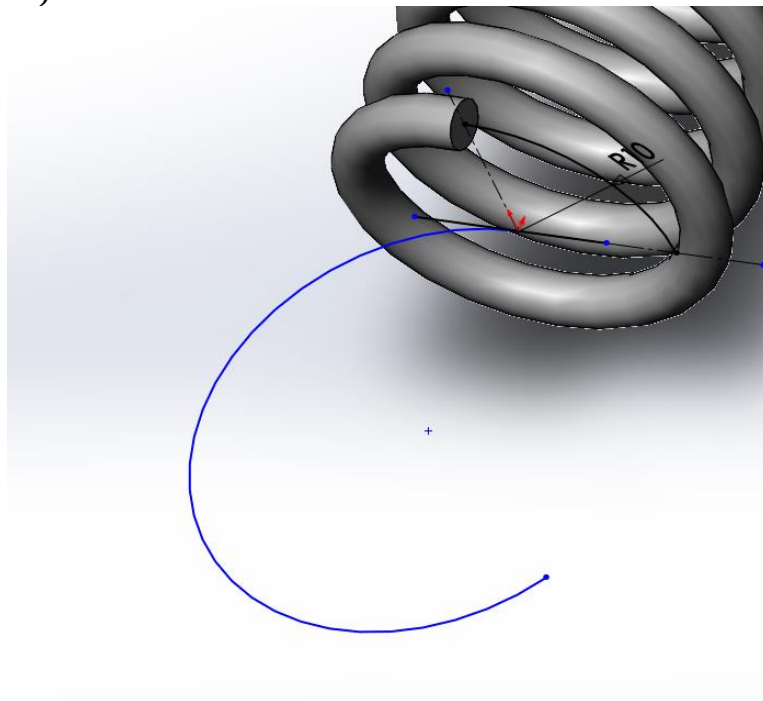

Рисунок 2.15 – Розміщення дуги кінця пружини
8. У площині **XY** через початок координат будується дуга, радіус якої дорівнює радіусу спіралі (10 мм). У цьому випадку точки початку координат та центра дуги розміщуються вздовж осі **OX**, як показано на рисунку (рис. 2.15).